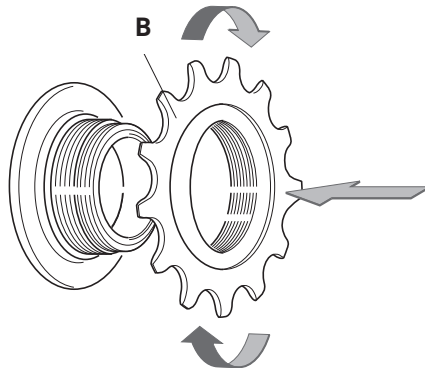

Fig. 7
- Monter le pignon fixe (B - Fig. 7) sur le corps fileté du moyeu en le vissant à fond dans le sens des aiguilles d'une montre, en utilisant une clé avec une chaîne code Campagnolo® UT-CS060.